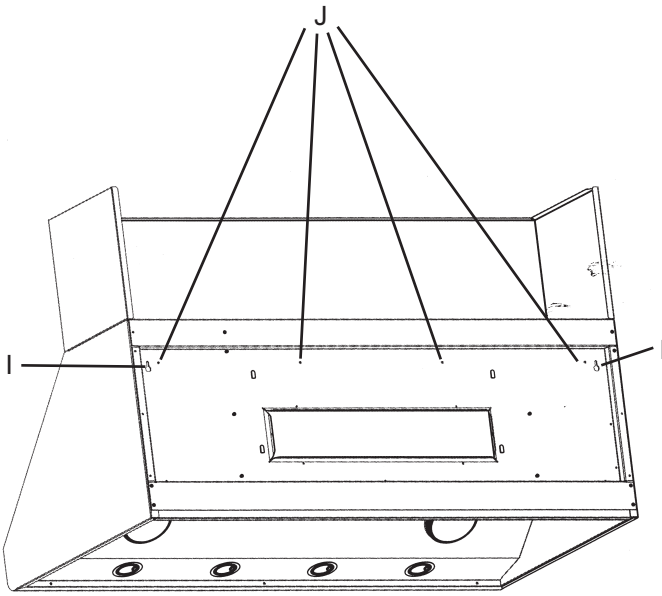

Figura 9: Ubicación de los agujeros en forma de cerradura
13. Cuelgue la campana de los tornillos del soporte de madera. Use los agujeros en forma de cerradura identificados con la letra "I" en la Figura 9. Asegúrese de que el soporte de madera quepa en el espacio de la parte trasera de la campana.
16. Desde el interior de la campana, atornille los tornillos (#8 x 5/8") en los agujeros situados frente al soporte de madera. Vea los agujeros identificados con la letra "J" (Figura 9).